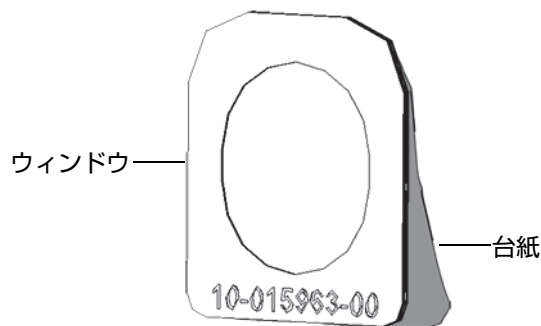

図 4-7 台紙からウィンドウを剥がす
1. ウィンドウをパッケージから取り出し、台紙を完全に取り去ります (64 ページの図 4-7)。